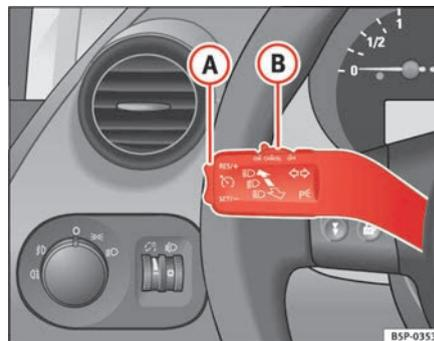

Fig. 146 Alavanca dos indicadores de direcção e máximos: comando e botão basculante para o regulador de velocidade
- Quando se tiver alcançado a velocidade que se quer programar, premir brevemente a parte inferior do botão basculante **SET/-** ⇒ fig. 146 (A) uma vez.